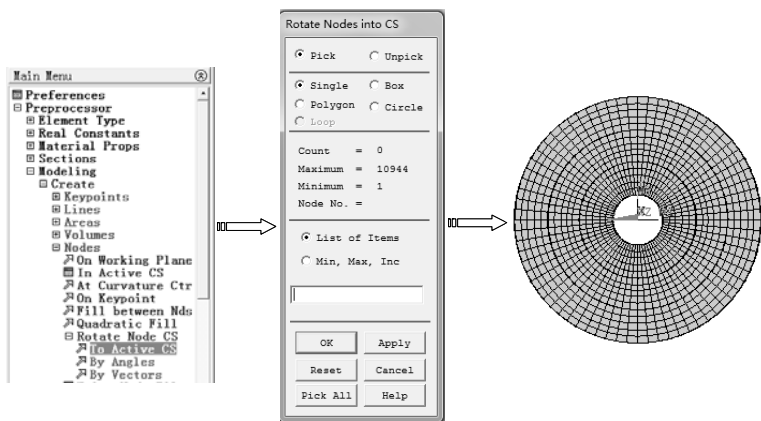

图 7-54 旋转节点坐标系
4) 选择 “Main Menu>Modeling>Create>Nodes>Rotate Node CS>To Active CS” 命令，弹出 “Rotate Nodes into CS” 对话框，单击 “Pick All” 按钮选择所有节点，单击 “OK” 按钮，将所有节点都移到当前激活柱坐标系，如图 7-54 所示。